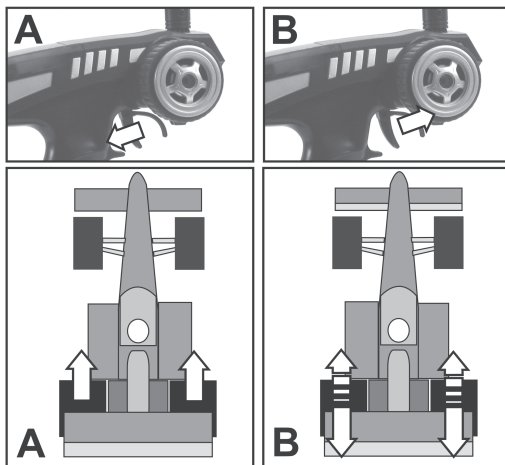

Figure 13
Si vous tirez le levier de commande pour la fonction de conduite (voir Figure 1, pos. 3) jusqu'à la butée en direction de la poignée, le modèle doit accélérer (voir Figure 13, schéma A).
Si le levier est à nouveau poussé vers l'avant, le modèle doit freiner ou passer en marche arrière (voir Figure 13, schéma B).
Si l'entraînement de votre modèle se comporte à l'inverse de ce qui est présenté sur la Figure 13, vous pouvez inverser la direction commandée par le levier de commande à l'aide de l'interrupteur Reverse de la fonction de conduite (voir Figure 2, pos. 6).